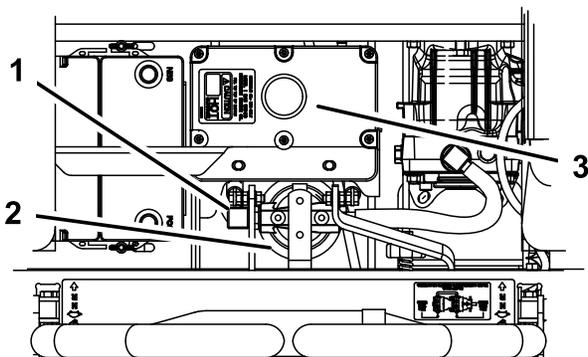

Bild 97
4. Nehmen Sie den rechten Hydraulikschlauch ab, der im Adapter endet (Bild 97).
6. Befestigen Sie die rechte Hydraulikleitung am Adapter (Bild 97).
7. Ölen Sie die Gummidichtung am Ersatzfilter leicht mit Frischöl ein (Bild 97).
9. Füllen Sie den Hydraulikbehälter mit Hydraulikflüssigkeit, bis die Flüssigkeit über den Filter läuft. Drehen Sie den Filter dann nach rechts, bis die Gummidichtung den Filteradapter berührt. Ziehen Sie den Filter dann um eine weitere halbe Umdrehung fest (Bild 97).